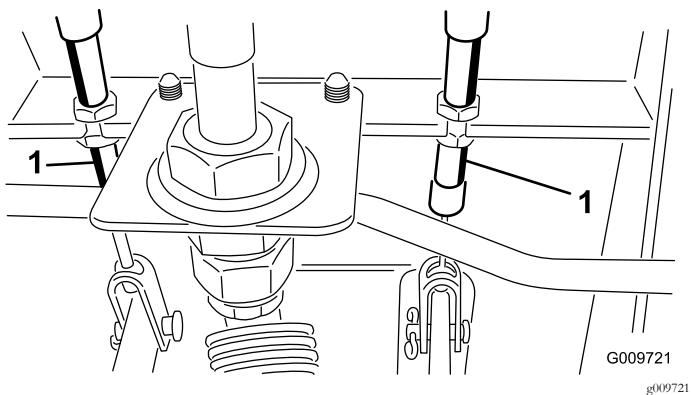

図 64
- A. ブレーキケーブル図 64 の端にある前ナットをゆるめる。